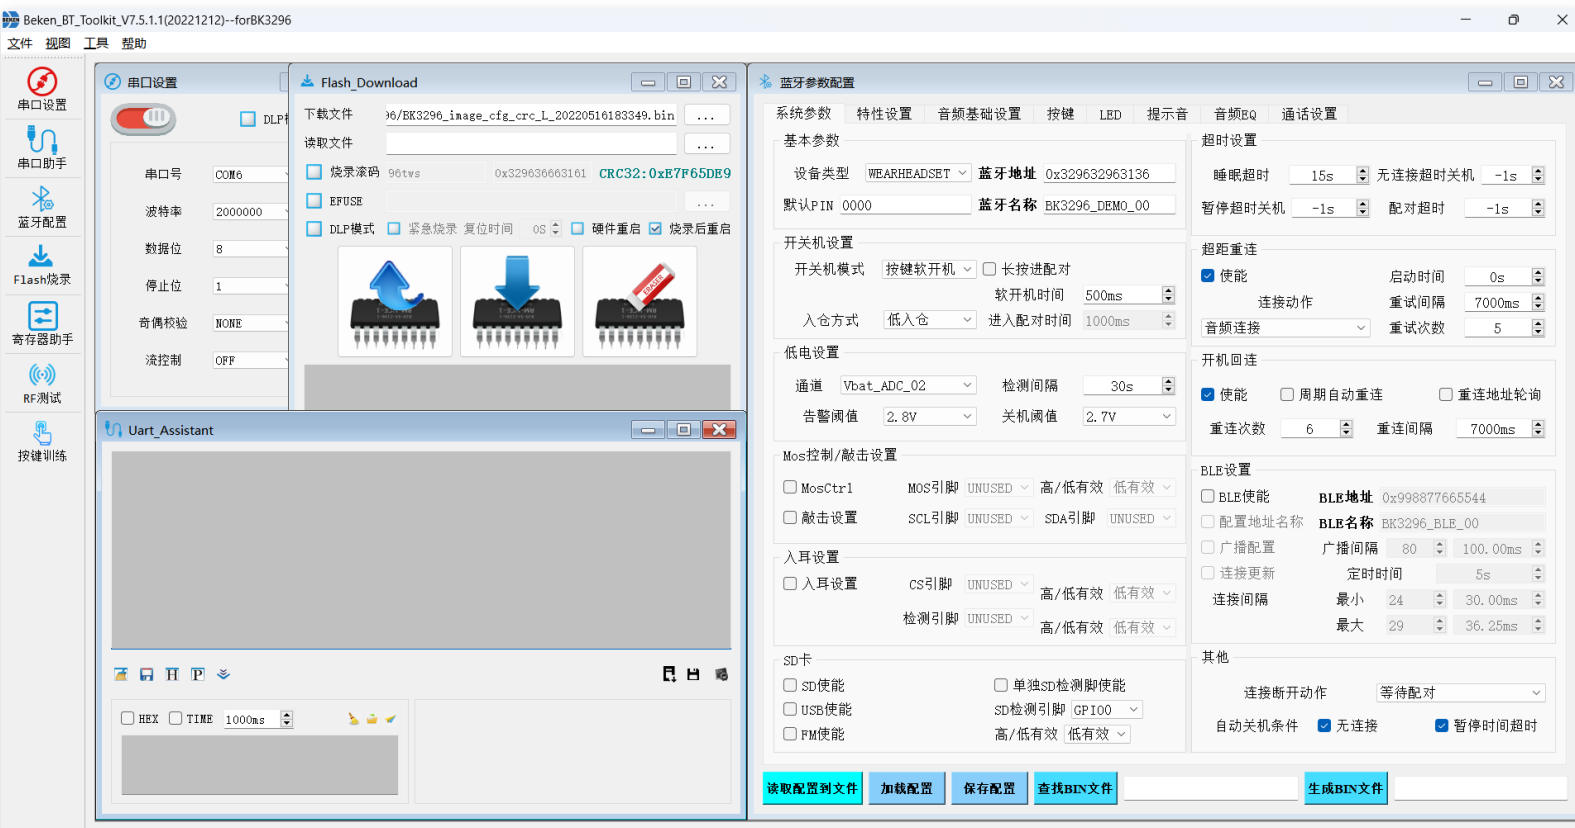

图2-2 主界面
如图2-2所示，左上角的菜单栏有**文件**、**视图**、**工具**、**帮助**四项；左侧工具栏显示当前项目加载的功能模块，图中显示的模块有**串口设置**、**串口助手**、**蓝牙配置**、**Flash烧录**、**寄存器助手**、**RF测试**、**按键训练**，点击功能模块名即可唤出相应的子窗口；右侧大片的灰色区域为工作区域，各模块的窗口可在此区域中随意拖动和放缩，不使用时也可关闭，所有模块的参数配置均不会因为关闭而丢失。
- 如图2-2所示，点击串口设置唤出子窗口，通过各个下拉框选择串口参数，再点击子窗口左上角的开关即可打开或者关闭串口，绿色表示串口已打开，红色表示串口关闭，灰色表示串口被占用，暂时无法设置；